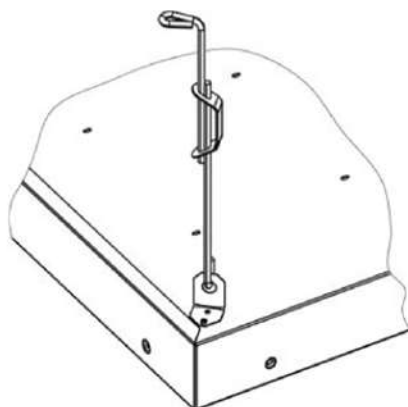

Рис.5
- 6.3. Светильник после распаковки установить в потолок. Светильники серии TLGR устанавливать согласно рис.5. Светильники серии TLC-1 устанавливать в рамку потолка на рассеиватель.
Светильники серии TLGR устанавливать согласно Рис.5